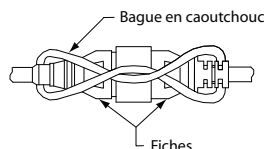

Figure 2 — Attacher la fiche avec une bague en caoutchouc
4. Utiliser les (2) bagues en caoutchouc pour attacher toutes les fiches comme sur la Figure 2.